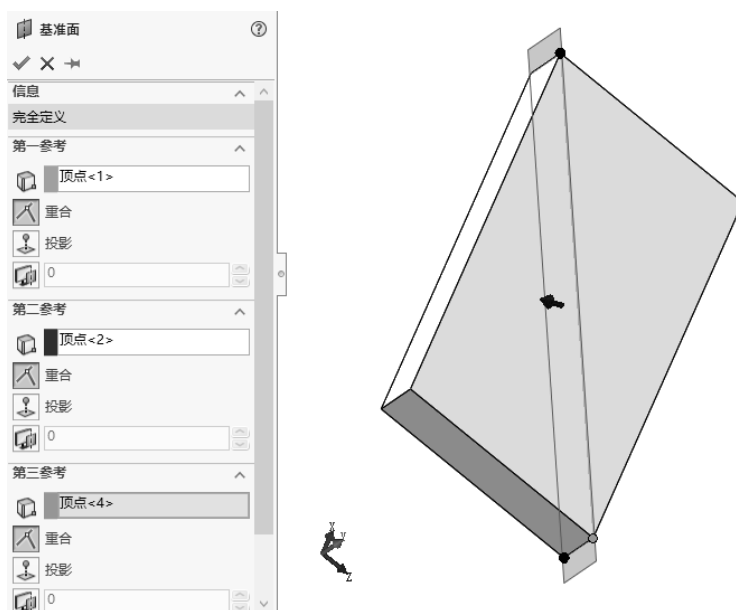

图 1-89 3 个点的方式创建基准面
(2) 使用 3 个点的方式创建基准面，如图 1-89 所示。